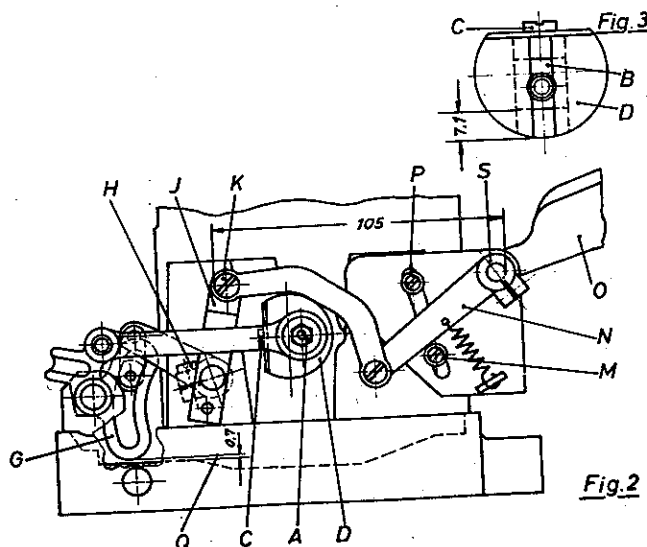

Fig.2
Stelle zunächst den größtmöglichen Kulissen-ausschlag mittels Stellschraube (C) nach Lösen der Mutter (A) ein (Fig.2). (ACHTUNG! MUTTER HAT LINKSGEWINDE). Hierbei soll das Maß vom Bolzenkopf (B) bis Achskopfaußenkante (D) 7,1 mm betragen (Fig.3). Da der Ausschlag der Kulissee (G) vom Gehäuseboden begrenzt wird, beachte, daß die Freigängigkeit (Q) nicht weniger als 0,7 mm beträgt (Fig.2).
Zur Einstellung des Kulissensteines bringe die Kulissee (G) mit ihrem oberen Teil in ihre äußerste Stellung in Richtung zur Nadel. Löse Pratzschraube (H); lege einen Bolzen von 6,3 mm ϕ (evtl. einen Bohrer von 6,3 mm ϕ) zwischen Kulissenstein und obere Kulissennute und beachte, daß der Kulissenstein am Bolzen anliegt. Stelle den Hebel (I) so ein, daß das Maß vom Schraubenkopf (K) bis Welle (S) 105 mm beträgt (Fig.2). Ziehe Pratzschraube (H) gut an. Nun stelle den Anschlag (M) gegen den Hebel (N).
First adjust the feed rocker segment (G) to the largest movement by the regulating screw (C) after loosening nut (A, Fig.2). (CAUTION! NUT HAS LEFT THREAD). The distance from the main shaft head (D) to the head of the feed crank stud (B) should be 7,1 mm = 9/32 inch (Fig.3). As the movement of the feed rocker segment is limited by the bed, make sure that the free space (Q) is not less than 1/32 inch (Fig.2).